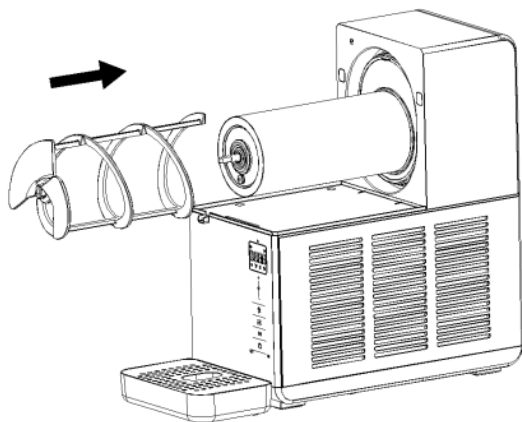

Fig.17
5. Miksningsspaden monteres på køle cylinderen, og miksningsakslen føres gennem aksehullet (som vist i fig. 17).